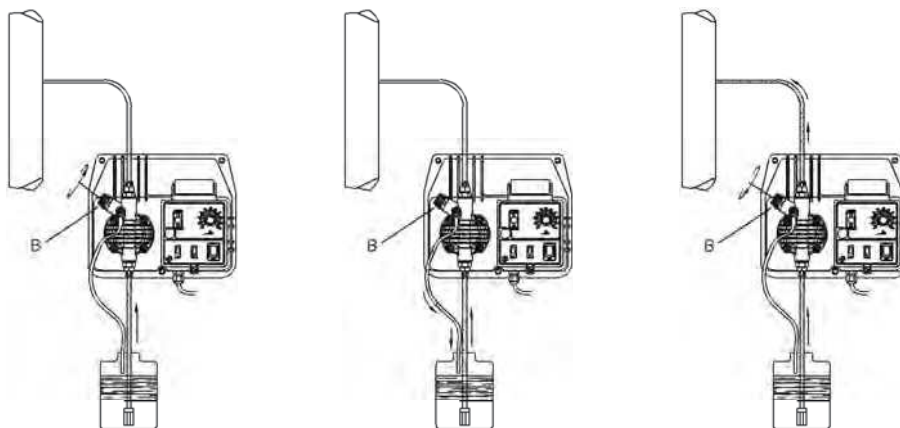

Fig. 8
- f.** Engrenage de la pompe : si la pompe est équipée d'une soupape de vidange raccorder le tube de refoulement et suivre la séquence illustrée dans la fig. 8.